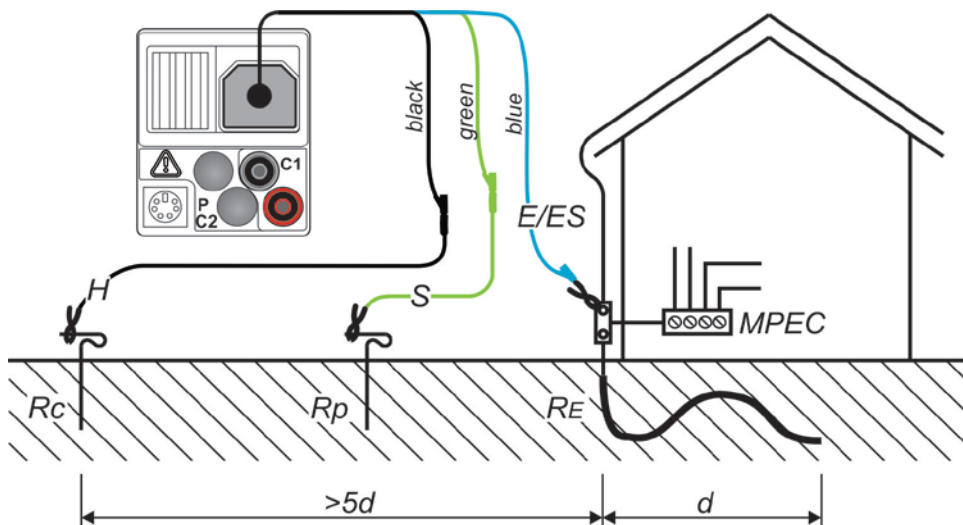
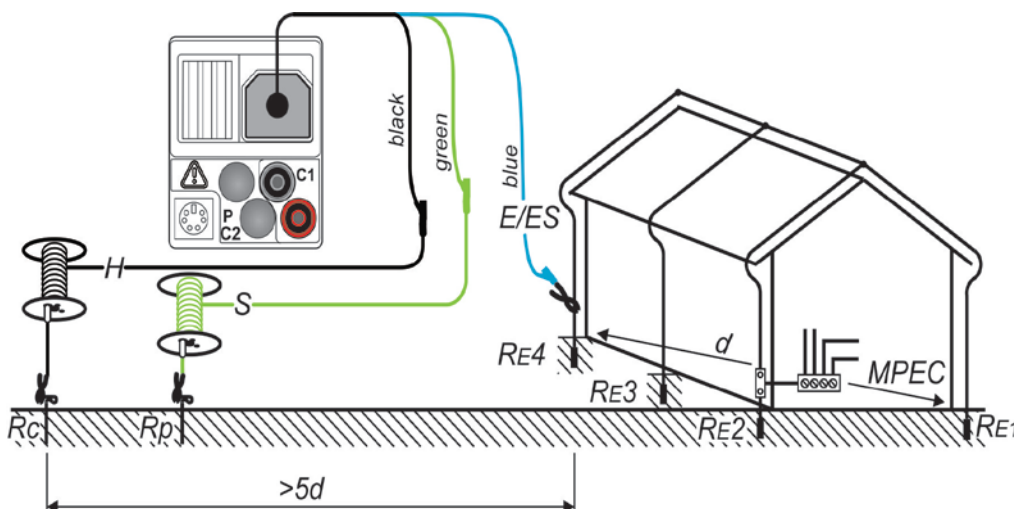
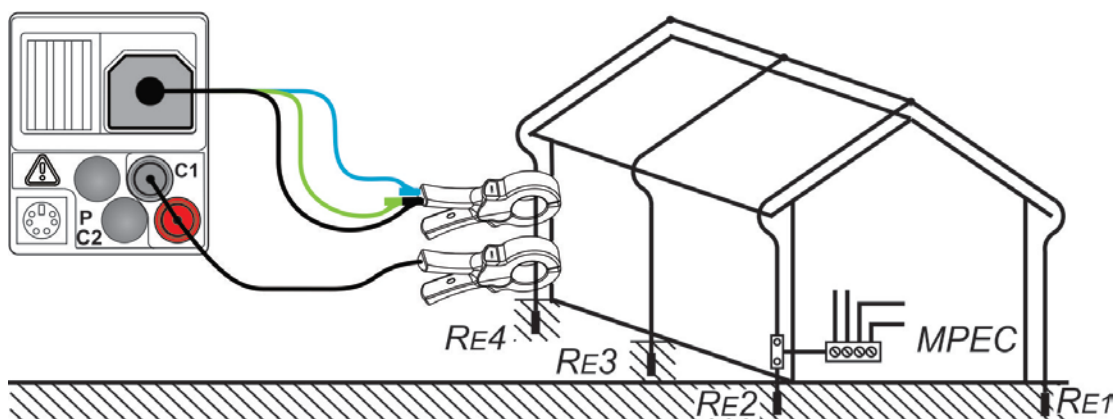

Рисунок 5.36: Сопротивление заземления, измерение сопротивления главной шины заземления здания
Рисунок 5.37: Сопротивление заземления, измерение сопротивления системы молниезащиты
Рисунок 5.39: Бесконтактное измерение сопротивления заземления
- **Подсоедините** исследуемый компонент (см. Рисунок 5.36: Сопротивление заземления, измерение сопротивления главной шины заземления здания , Рисунок 5.37: Сопротивление заземления, измерение сопротивления системы молниезащиты и Рисунок 5.39: Бесконтактное измерение сопротивления заземления ).